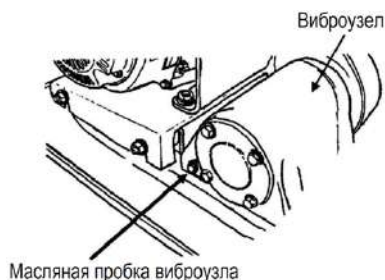

Рис. 6. Масляная пробка виброузла
- проверить уровень масла в виброузле (см. рис. 6). Во время проверки виброплита должна быть расположена горизонтально. Открутите масляную пробку виброузла. Уровень масла должен достигать отверстия масляной пробки.